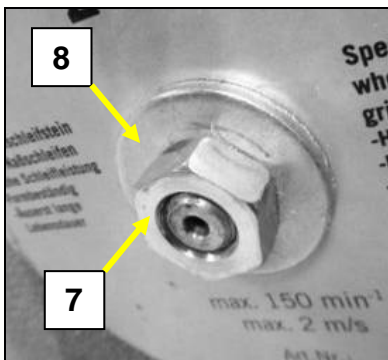
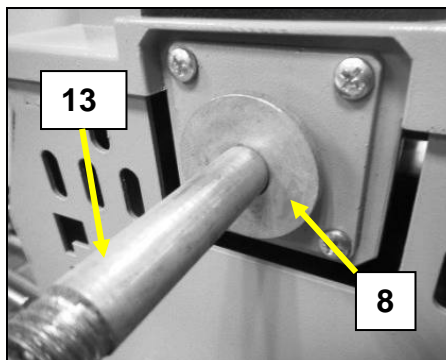

Fig 27
Fig 28
- Maintenez fermement la meule d'une main et dévissez l'écrou de blocage (7) dans le sens inverse des aiguilles d'une montre (Fig 27).
- Otez la rondelle/flasque (8) puis la meule.
- Veillez à ce que la 2ème rondelle (8) soit bien positionnée sur l'axe (13) (Fig 28) et placez la nouvelle meule.
- Remplacez la rondelle (8) et serrez l'écrou de blocage (7) dans le sens des aiguilles d'une montre.